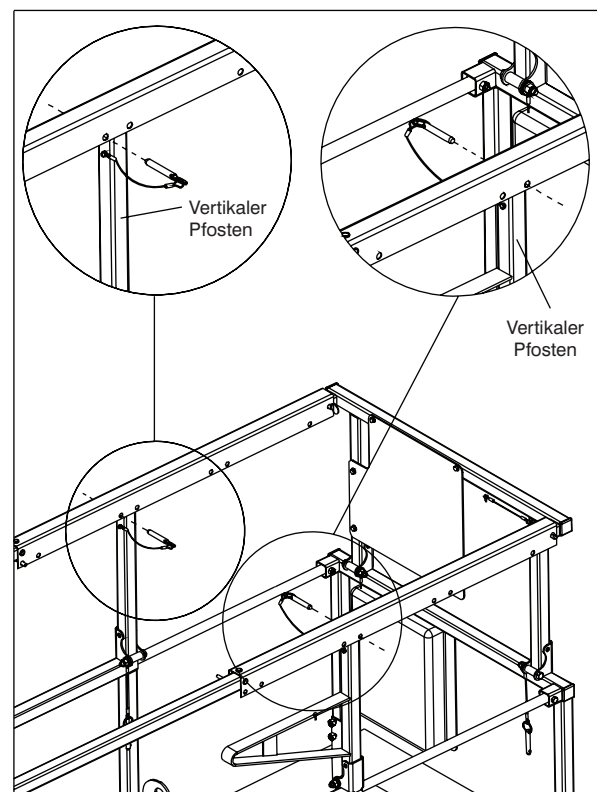

Abbildung 3-10. Manuelle Plattformverlängerung mit variablen Positionen
2. Nach dem Aus- bzw. Einfahren die Verriegelungsbolzen wieder einsetzen. Einen Bolzen auf der einen Seite der Arbeitsbühne vor dem vertikalen Pfosten, den anderen Bolzen auf der anderen Seite der Arbeitsbühne hinter dem vertikalen Pfosten einsetzen, damit die manuelle Plattformverlängerung während der Fahrt oder dem Transport nicht verrutschen kann. Ein Konfigurationsbeispiel finden Sie in Abbildung 3-10.